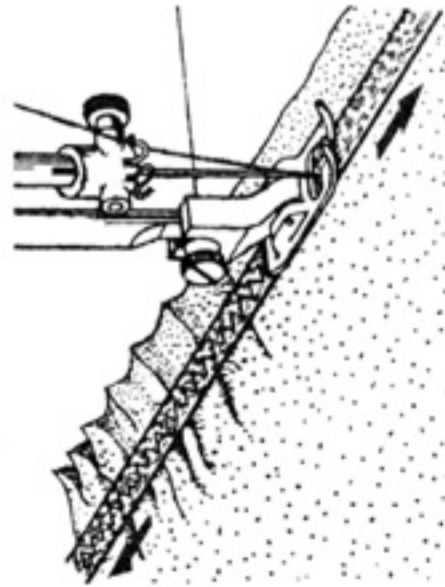

Рис. 66
44. Пришивание резинового шнура (рис. 66)